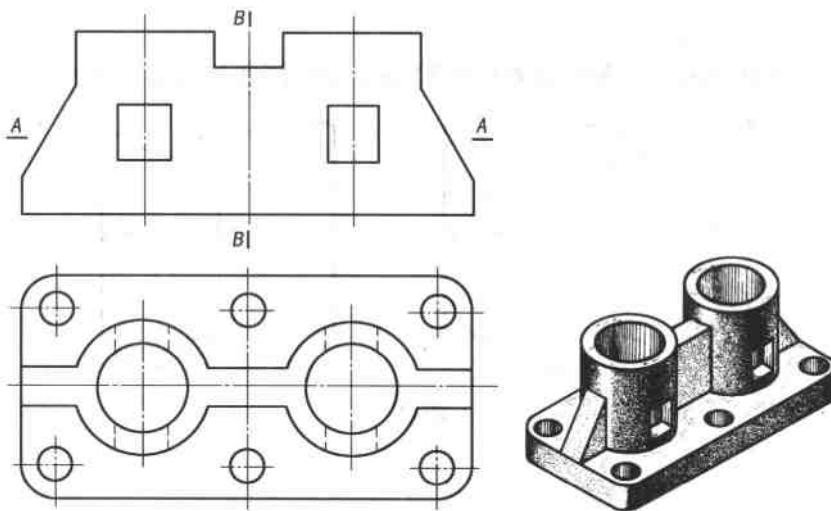

图 35
35. 参照轴测图（图 35），完成全剖的主、俯视图，并画出 B-B 移出断面图。